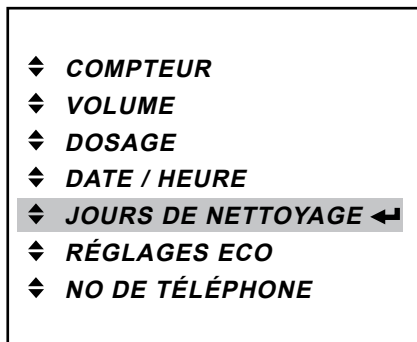

Fig. 37
- Appuyez sur la touche d'entrée ◀ pour afficher le menu « JOURS DE NETTOYAGE ». (Fig. 37)